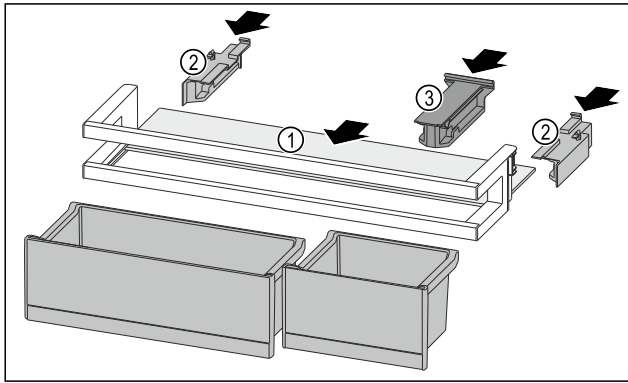

Fig. 93
- ▶ Посуньте полицю Fig. 93 (1) у бічні пази.
- ▶ Вставте бічні елементи Fig. 93 (2).
- ▶ Вставте кріпильний елемент Fig. 93 (3).